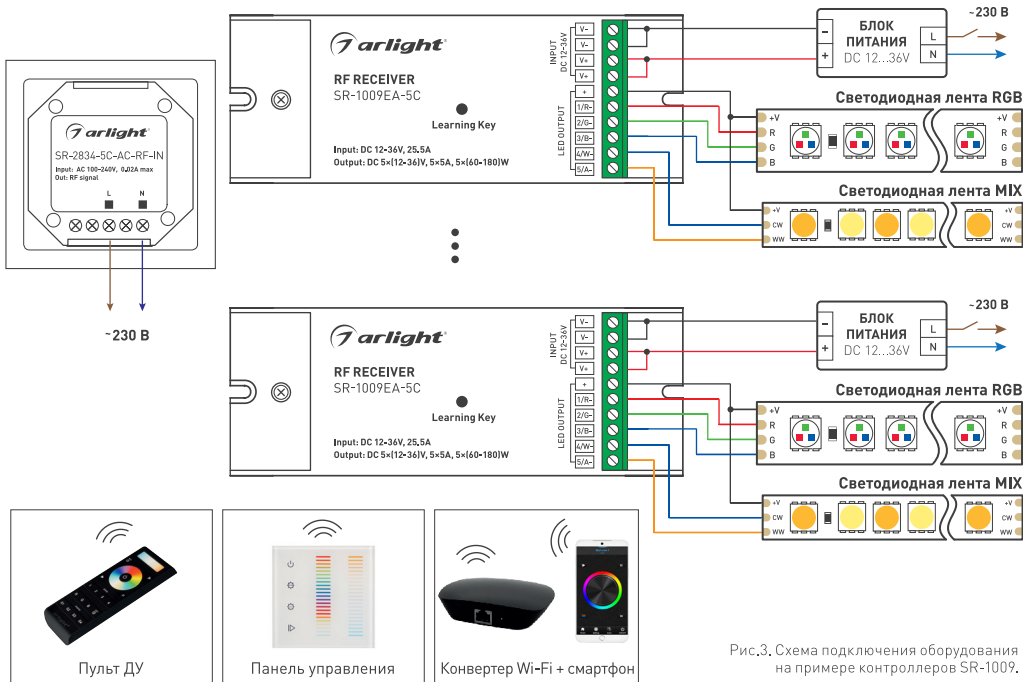

Рис.3. Схема подключения оборудования на примере контроллеров SR-1009.
- 3.6. Подключите контроллеры и светодиодную ленту (подробнее, см. инструкции к используемому оборудованию). Пример подключения оборудования приведен на Рис. 3.